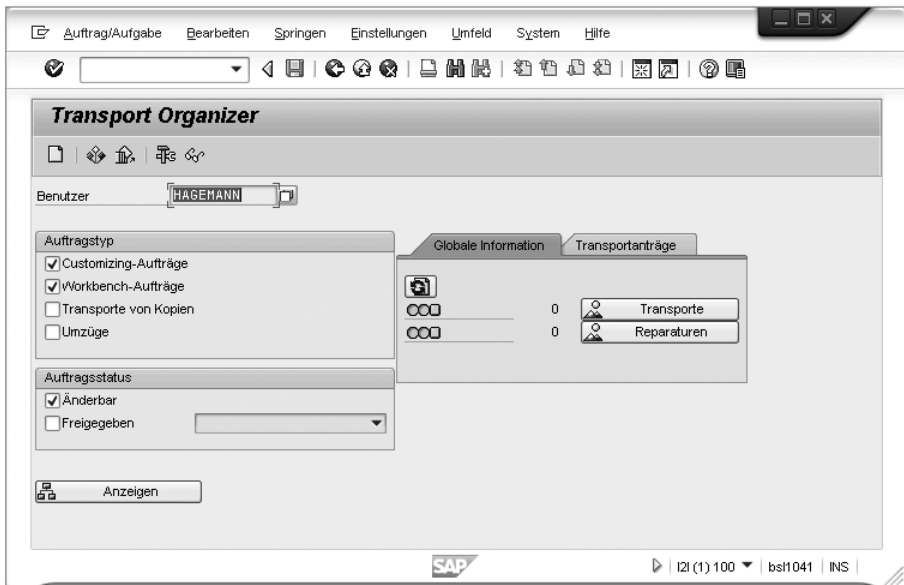

Abbildung 6.5 Transport Organizer – Einstieg
1. Rufen Sie den TRANSPORT ORGANIZER (SE09) auf (siehe Abbildung 6.5).